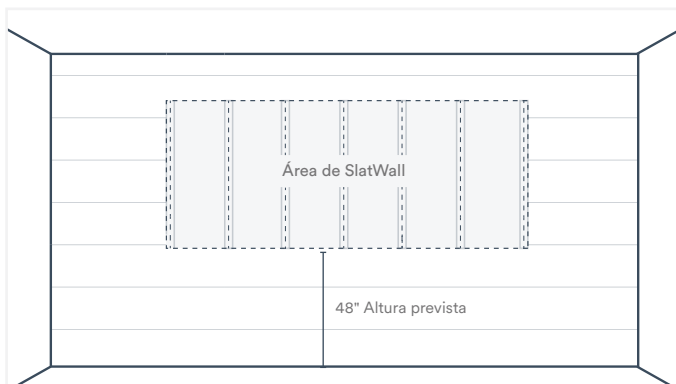

Fig. 30
- La distancia desde el piso hasta la parte inferior del primer panel SlatWall es un incremento uniforme de 16" (el ancho de la cara expuesta de los paneles Wall&CeilingBoard). La conexión resultante entre SlatWall y Wall&CeilingBoard se muestra a continuación (Fig. 30).